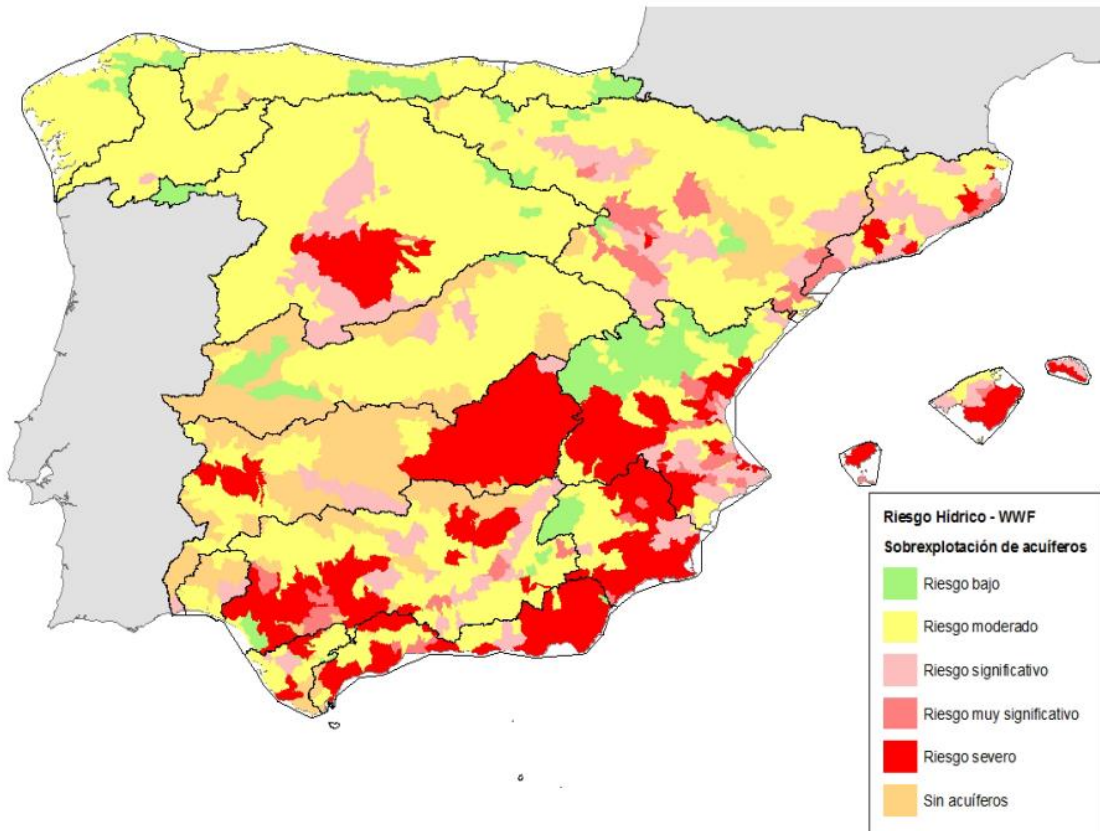

Figura 2: Sobreexplotación de los acuíferos.
En **España** también hay acuíferos con alta explotación y que se encuentran en alto riesgo, como podemos observar en la Figura 2, donde se especifica el estado de explotación de los acuíferos de nuestro país. No hace mucho, se han podido leer noticias sobre uno de estos acuíferos situado en el Parque Nacional de Doñana (7). El uso indiscriminado por los agricultores, como en el caso de Turquía citado anteriormente, y su mala gestión y control por parte de las distintas instituciones, está poniendo en peligro las aguas de este parque, pudiendo acabar secándose o provocando una filtración de las aguas desde el mar (8).